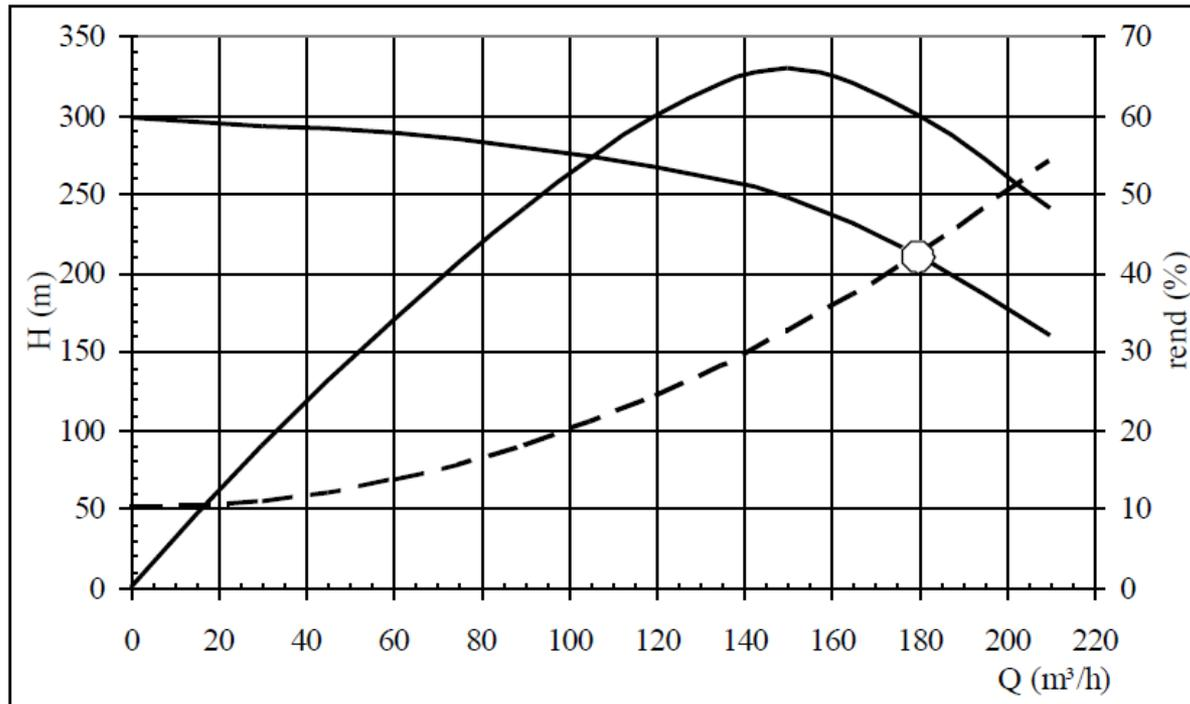

figura 6.10.72.2. Bomba EEM-271P3; n= 3500 rpm
- .1. Justificar não ser possível suprir a faixa de demanda desejada, 30 a 150 m³/h, com a instalação encontrada na figura 6.10.72.1.
- .6. Indicar claramente na figura 6.10.72.2 o ponto de funcionamento da bomba quando operando sob controle por rotação. Justificar a resposta.